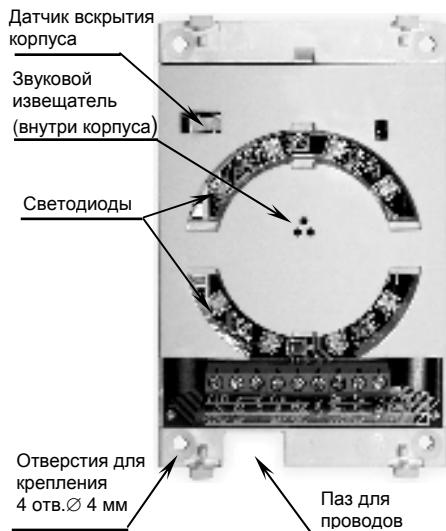

Рисунок 9 – Вид считывателя с колодкой X5 без крышки
- a) Снять со считывателя крышку (рисунок 9);
- 3) уложить соединительные провода в канал (или протянуть через отверстие в стене) и протянуть их через паз в корпусе считывателя (см. рисунок 9),
В считывателе имеются встроенный звуковой извещатель и светодиоды (см. рисунок 9), которые предназначены для индикации состояния считывателя и реакции на поднесение кодоносителя.